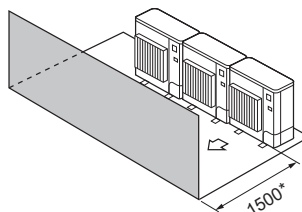

Abb. 2-15
- (3) Hindernisse nur auf der Vorderseite (Abb. 2-15)